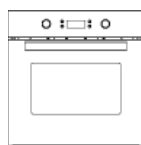

figure 5
4. Montez la grille de cuisson et les autres accessoires dans la cavité ; terminez le montage comme indiqué sur la figure 5.
MISE EN PLACE DE L'APPAREIL (voir Fig. 5)